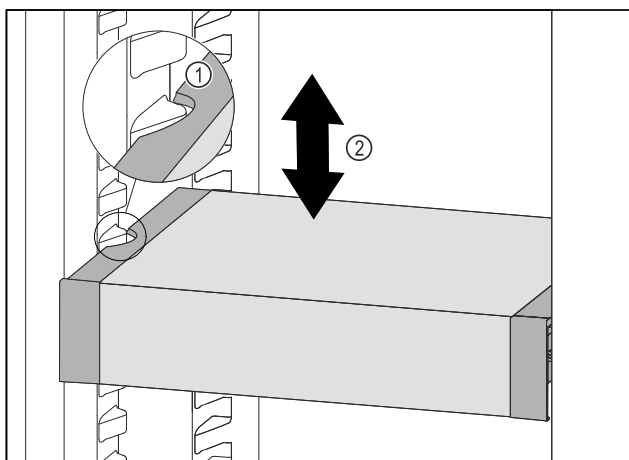

Fig. 182
- ▶ VarioSafe nach vorne ziehen, bis sich die seitlichen Aussparungen des VarioSafes auf Höhe der Behälterrippe im Kühlteil befinden. *Fig. 182 (1)*
- ▶ VarioSafe im Kühlteil nach oben oder unten bewegen, bis gewünschte Höhe erreicht ist. *Fig. 182 (2)*